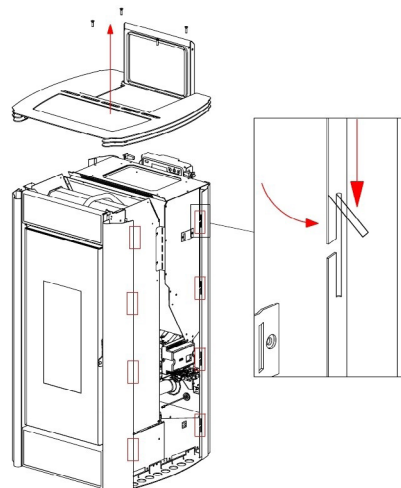

Fig. 30 - Biegen der kleinen Zungen nach außen
- Mit einem Finger die oberen, an den schwarzen Profilen befindlichen kleinen Zungen nach außen biegen (siehe **Fig. 30 a pag. 23**).